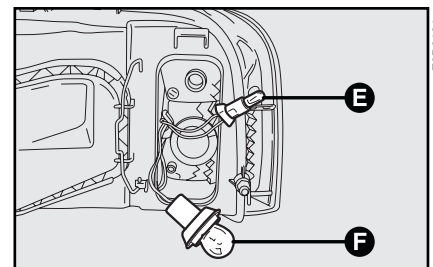

Abb. 17
4) Die Lampe **E**, **Abb. 17** herausnehmen;
- 4) Die Lampe **F**, **Abb. 17** unter leichtem Druck und Drehung entgegen dem Uhrzeigersinn herausnehmen;